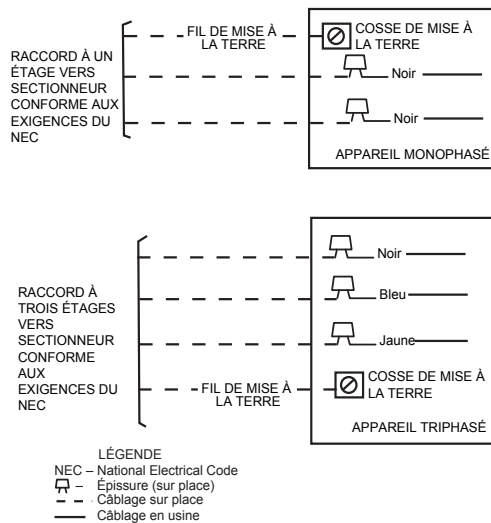

Figure 30 – Raccordement des lignes électriques
4. Acheminez les câbles d'alimentation à travers l'ouverture du raccord de conduit située dans le panneau latéral de l'appareil et branchez-les dans la boîte de jonction, comme illustré à la figure 30 pour les appareils extérieurs et la section de support de serre-câble pour les modules intérieurs. Les appareils et le câblage d'alimentation doivent être mis à la terre.